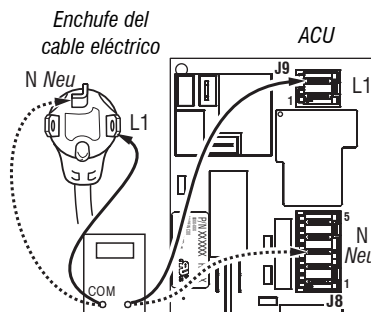

Figura 3c: Conexiones entre enchufe y terminal para la secadora eléctrica
4. Con un ohmímetro, verifique la continuidad entre los terminales de enchufe L1 y N del cable eléctrico con los terminales L1 y N en la ACU. Vea la Figura 3c.